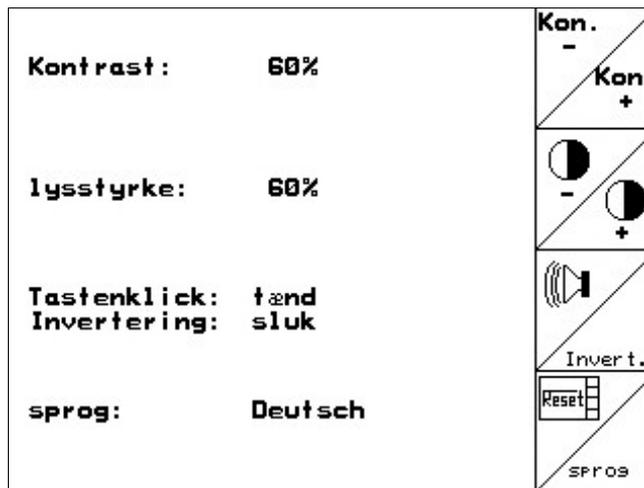

Fig. 62
-  Indstilling af display (Fig. 62):